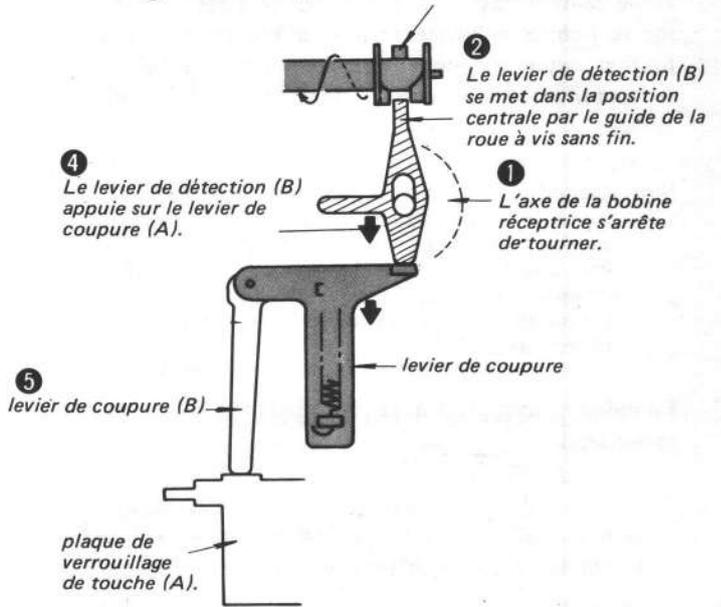

Fig. 1-2.
Quand la bobine réceptrice s'arrête de tourner, la roue à vis sans fin actionne le mécanisme d'arrêt automatique. Le fonctionnement est fait par le levier de coupure (B) poussé contre la plaque de verrouillage de touche (A) comme montré Fig. 1-2.
- 3 Cette saillie appuie sur le levier de détection (B).